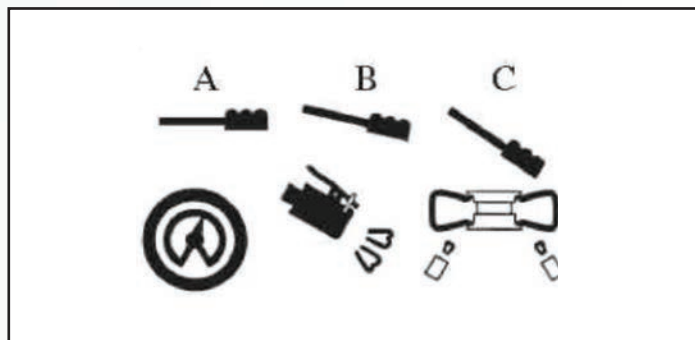

Рисунок 21
- Выжмите педаль накачки до средней позиции В (Рис. 21)
- Если борт ввиду своей толщины сидит недостаточно хорошо на диске, вправьте его вручную за закраину диска, затем нажмите педаль накачки полностью до позиции С (Рис. 21). Сильная струя воздуха выйдет из отверстий зажимных кулачков, что поможет борту правильно встать на диск.
- Педаль накачки переведите в среднюю позицию В (Рис. 21) и продолжайте накачивать покрышку через воздушную магистраль. Накачку проводите в несколько приемов, каждый раз проверяя давление.